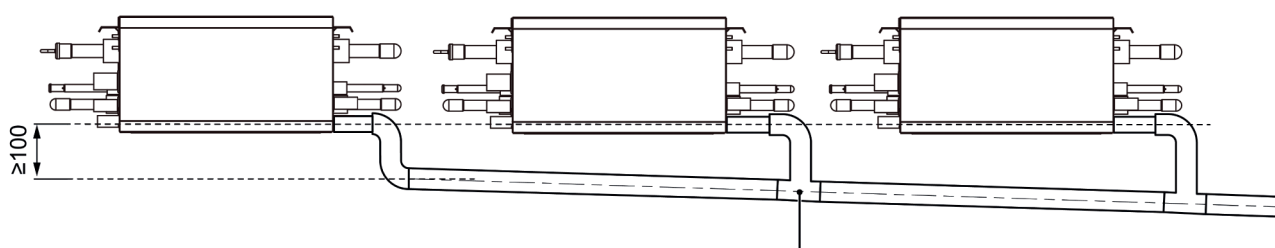
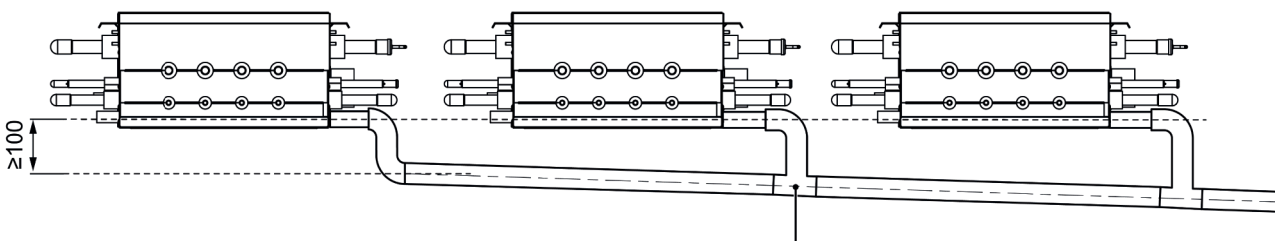

Fig. 4.3.4
Fig. 4.3.5
- (4) Quando più tubi di drenaggio sono collegati insieme, i tubi di collegamento risultano come mostrati in Fig. 4.3.4 o Fig. 4.3.5.